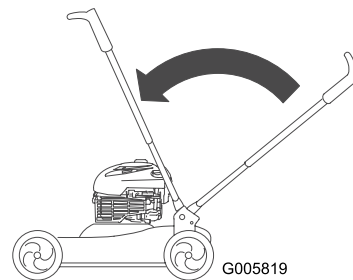

Figura 49
3. Eleve el manillar a la posición vertical (Figura 49).